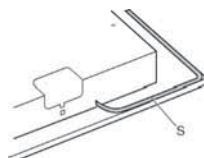

Fig.5
- Vend kogepladen om og før gummipakningen rundt langs kanten S (fig. 5).